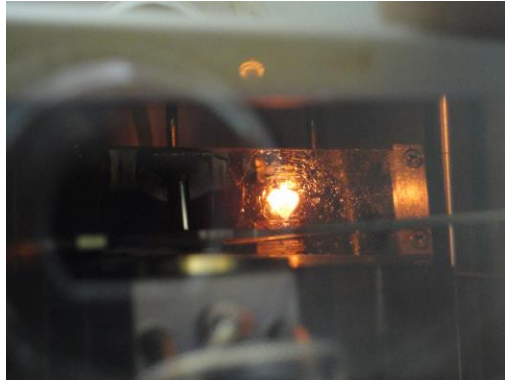

図4 20 A 通電中のフィラメントの色相
- フィラメントが赤くなる (図 4) 一方で、膜厚計のレート表示がゼロであることを確認し、数分を目安に真空度が安定するまで蒸着源のガス出しをします。